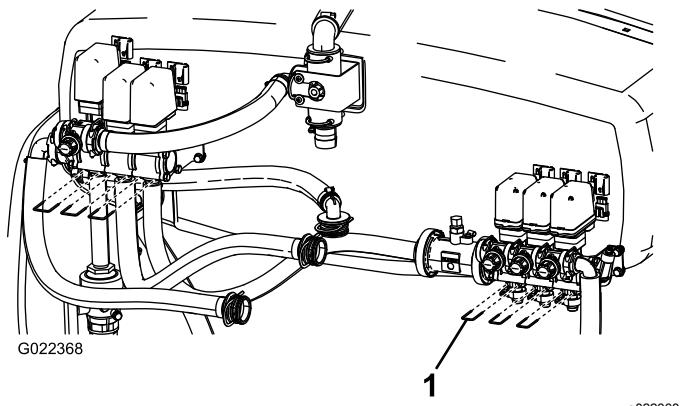

Figura 50
- B. Rimuovete le 3 forcille che fissano le relative sedi al gruppo valvola (Figura 50).
- Nota:** Non dimenticate le molle nella valvola (Figura 50).